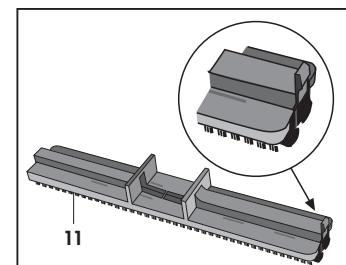

Fig. 14
- Châssis avec brosses intercalaires (11) pour éliminer la crasse plus tenace des sols (**Fig. 14**).